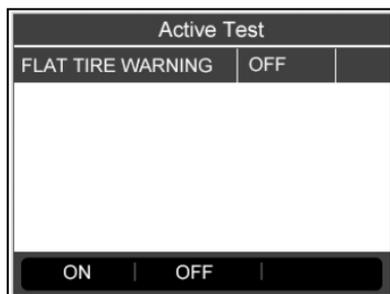

Imagen 4.38
- 4) Pulse el botón de la **FUNCIÓN** correspondiente «**ON**» u «**OFF**» para comprobar si la luz de aviso del TPMS del vehículo se enciende o se apaga. (Imagen 4.38)